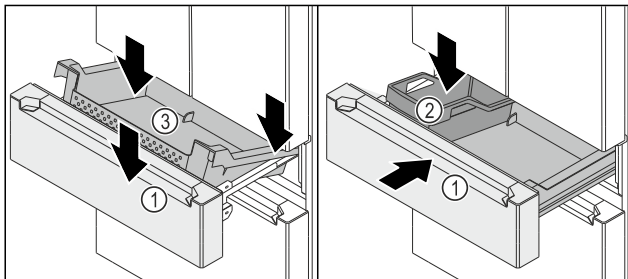

Fig. 151
- ☐ Auszugswagen *Fig. 151 (1)* ist herausgezogen.
- Behälter *Fig. 151 (3)* hinten auf den Schienen rechts und links aufsetzen.
- Behälter *Fig. 151 (3)* vorne absenken, sodass Behälter *Fig. 151 (3)* die Schienen rechts und links umschließt.
- FlexBox *Fig. 151 (2)* einsetzen.
- Auszugswagen *Fig. 151 (1)* einschieben.